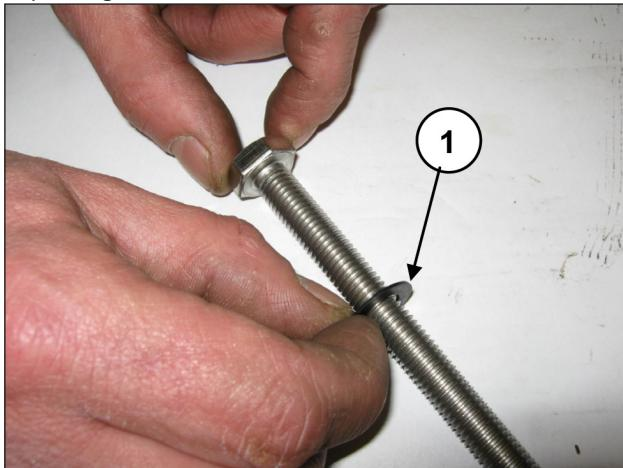

Fig. 156
Enfiler la rondelle Ø10x18x0.9 sur la vis de fixation du piston (rep. ①, Fig. 156).